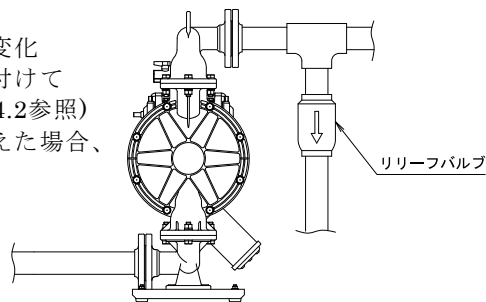

Fig.4.2
- ・ポンプの設置場所の環境によって移送液材の体積変化が大きい場合は、吐出側にリリーフバルブを取り付けて許容圧力値で開放するようにしてください。(Fig.4.2参照) 液材の体積変化によりポンプ内圧が許容圧力を超えた場合、破損の原因となります。